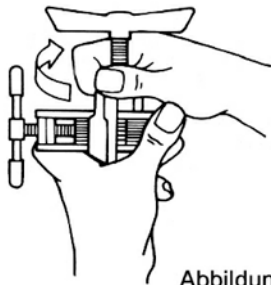

Abbildung 3
4. Schieben Sie den Bördelbügel auf die Rohrhalterung, siehe Abbildung 3. Positionieren Sie den Bördelbügel oberhalb des Rohres. Drehen Sie anschließend den Bördelbügel im Uhrzeigersinn bis dieser im Rohr zentriert ist.